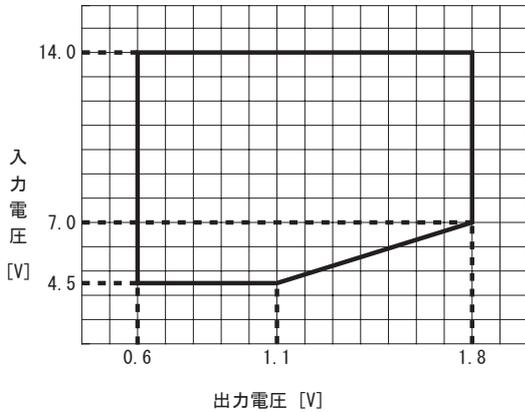

図3.6 入出力電圧範囲
- BRFS150・BRDS150の出力電圧は、図3.6の範囲内になるよう設定してください。
- 図3.6の範囲を逸脱した場合、電源が停止する場合があります。